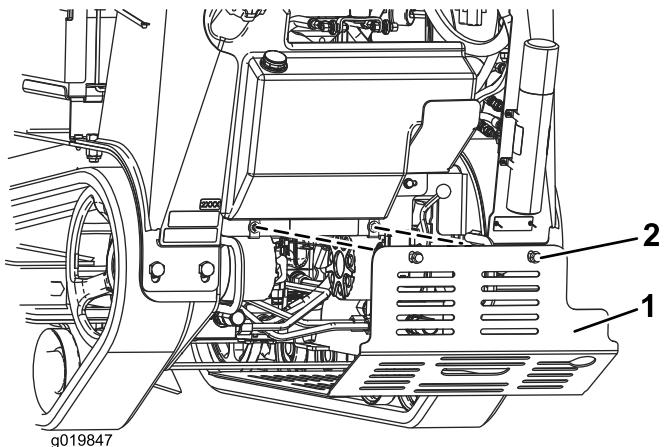

Bild 25
2. Lösen Sie nacheinander die 2 Schrauben, mit denen das untere Schutzblech befestigt ist, bis Sie es abnehmen können (Bild 25).
2. Schieben Sie das untere Schutzblech in die Maschine (Bild 25).